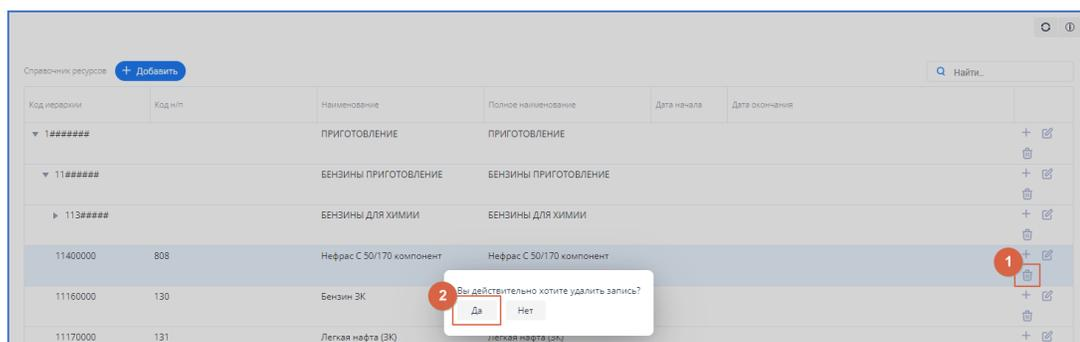

рис. 6.6. Удаление объекта
- нажать  (см. рис. 6.6. [1]);
- нажать **Да** (см. рис. 6.6. [2]), если этот объект необходимо удалить, нажать **Нет**, если удаление не нужно.